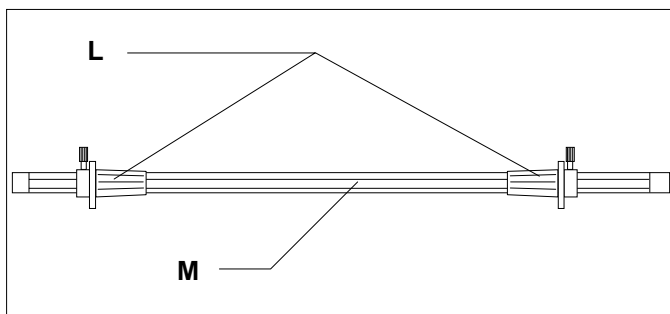

Fig. 8
L. CORE ADAPTORS: (Fig. 8) Hold and lock the rolls of film on the shafts to prevent side to side shifting.
M. FILM SHAFT: (Fig. 8) The film shaft holds the film supply on the machine.
L. BLOCCAGGIO DEI RULLI: (fig. 8) Adattatori che trattengono le bobine di film sugli alberi per evitare che scivolino lateralmente.
M. ALBERO DEL FILM: (fig. 8) L'albero del film sostiene la bobina sulla macchina.
L. SICHERUNGSDAPTER: (Abb. 8) Damit werden die Folienspulen auf den Wellen gehalten und gesichert und ein seitliches Verschieben vermieden.
M. FOLIENWELLE: (Abb. 8) Hält die Folienzufuhr auf dem Gerät.
L. KERNADAPTERS: (afb. 8) Houden de filmrollen op hun plaats en vergrendelen ze op de kokers om zijwaarts verschuiven te voorkomen.
M. FILMKOKER: (afb. 8) De filmkoker houdt de filmvoorraad op zijn plaats in de machine.
L. ADAPTATEURS DE MANDRIN : (Fig. 8) Tenez et verrouillez les rouleaux de film sur les axes afin d'éviter que ces derniers ne glissent d'un côté ou de l'autre.
M. AXE DE FILM : (Fig. 8) L'axe du film maintient la bobine de film sur la machine.
L. ADAPTADORES DE FIJACIÓN DE NÚCLEO: (Fig. 8) Sostienen y fijan los rollos de película en los ejes para evitar que se muevan hacia los lados.
M. EJE PARA LA PELÍCULA: (Fig. 8) El eje para la película sostiene el suministro de película en la máquina.